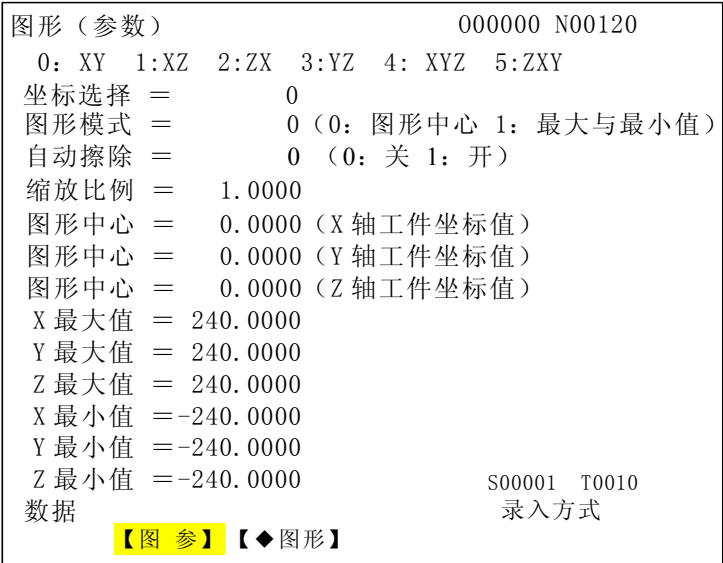

图 3-6-1
按  键进入图形页面，页面有【图参】和【图形】两个显示界面，通过相应软键切换显示。具体如下图（见图3-6-1）：
1) 图参界面 按【图参】软键进入图参界面，见图3-6-1。